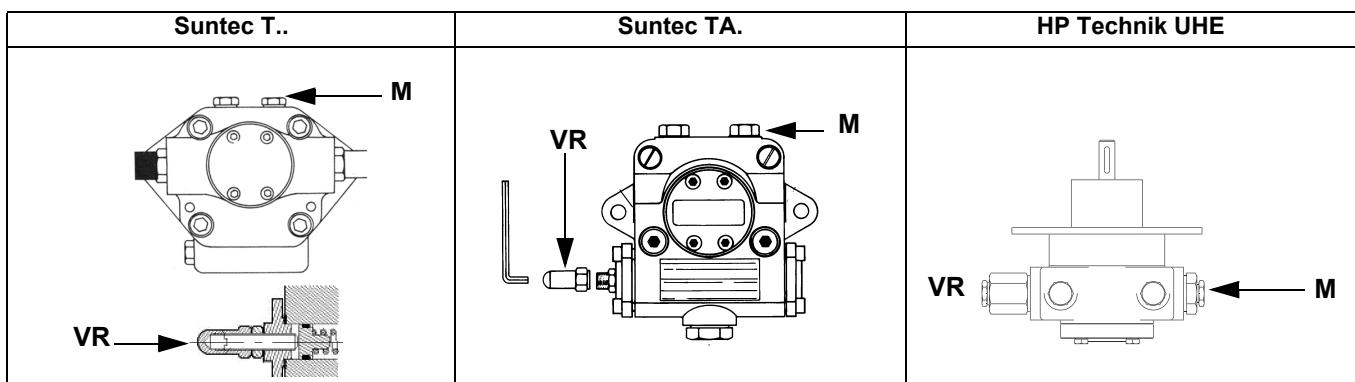
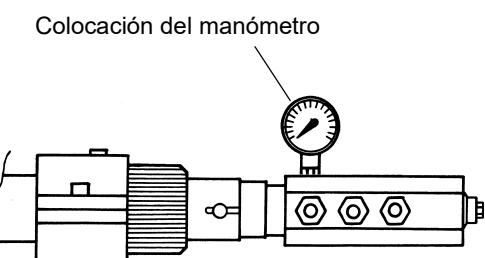

Fig. 5
Fig. 6
- purgar el aire de la conexión (**M**) manómetro de la bomba (Fig. 5), aflojando levemente el tapón, sin quitarlo; luego soltar el contactor;
- La presión de alimentación de la boquilla ya es previamente calibrada en fábrica y no debe ser modificada. Sólo si fuera necesario, regular la presión de alimentación (véase apartado correspondiente) de la siguiente manera: colocar un manómetro en la posición indicada en Fig. 6 intervenir en el tornillo de regulación **VR** de la bomba (véase Fig. 5) hasta obtener una presión en la boquilla igual a 20 bar (boquillas Monarch o boquillas Bergonzo – véanse gráficos en pag. 43-34)
- 2 Desenroscar los tornillos 1, 2, 3, 4 con la llave de macho hexagonal núm. 3, y retirar la tapa del filtro 5 (Fig. 5).
3. Atornillar el DV con 2 tornillos M5, máx. 5 Nm/44 in.lb, fig. 5/6.